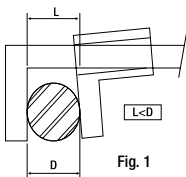

Fig. 1
- Non esercitare una pressione eccessiva durante la misurazione (fig. 1).